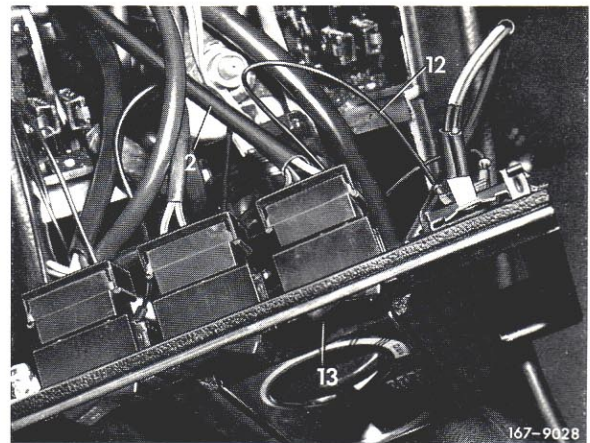

Bild 6
15 Lichtleiter (12) durch die Bohrung in der 4poligen Kupplung des Zusatzleitungssatzes (2) ziehen und am Schalter (13) sowie an der Beleuchtung für die rechten Heizungsbedienhebel anschließen. Anschließend 4polige Kupplung auf den Schalter (13) aufdrücken (Bild 6).